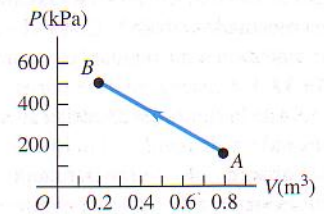

Figura 19.26 Problema 19.41.
**19.41** Cuatro moles de  $O_2$  se llevan de A a B con el proceso que se muestra en una gráfica  $pV$  de la figura 19.26. Suponga que el gas tiene comportamiento ideal. Calcule el flujo de calor  $Q$  durante este proceso. ¿Entra calor en el gas o sale de él?